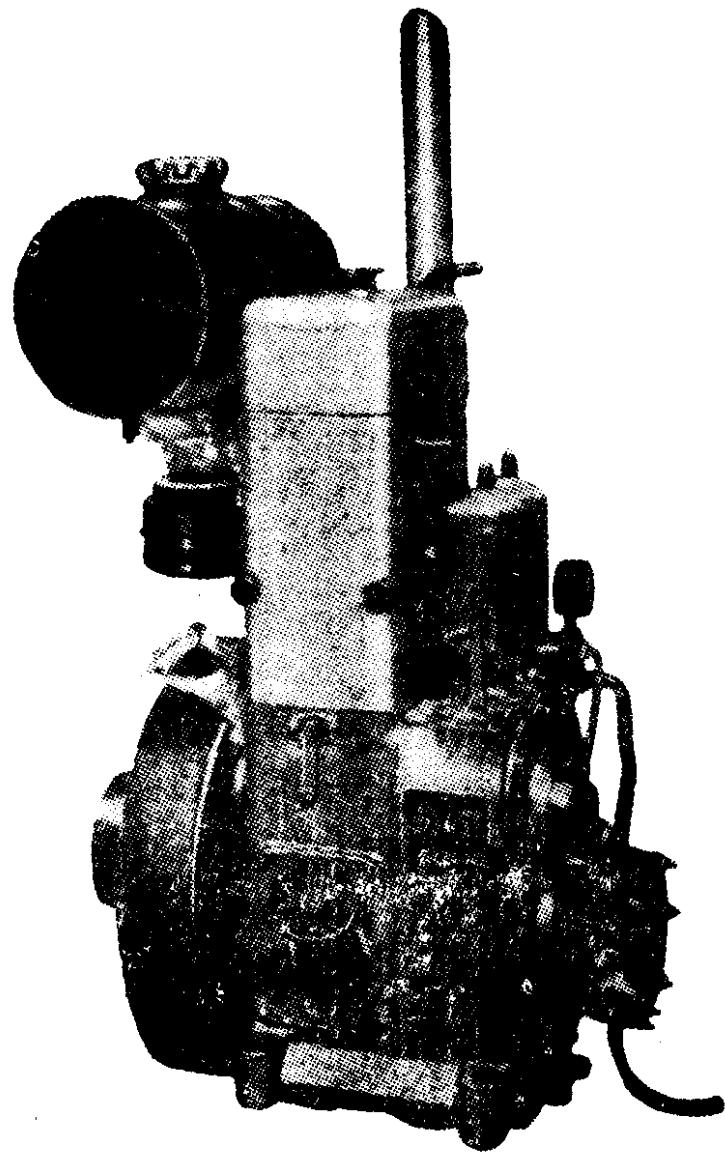

图 1-1 1105柴油机外貌
(1) 165F-1汽油机，表示65毫米缸径，单缸四行程，风冷式，第一种变型产品。
(2) 1105型柴油机——表示这台柴油机是一个气缸，四行程，缸径105毫米，水冷。在地质队中，1105型柴油机多用作XJ100型钻机的动力机，其外形如图1-1所示。
(3) 2105型柴油机——表示这台柴油机有气缸二只，四行程，缸径105毫米，水冷。在地质队中，2105型柴油机往往用于